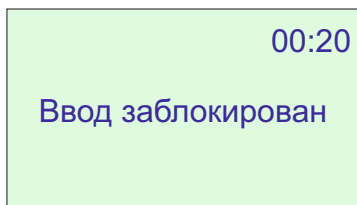

Рисунок 9
4.11.10 ПУОЗ имеет защиту от подбора пароля и карты доступа, реализуемую блокированием ввода после трех неудачных попыток с отображением на экране (рисунок 9). Если в течение пяти минут прибором будет зафиксировано три случая блокировки подряд с ПУОЗ, то прибор перейдет в режим «Тревога».